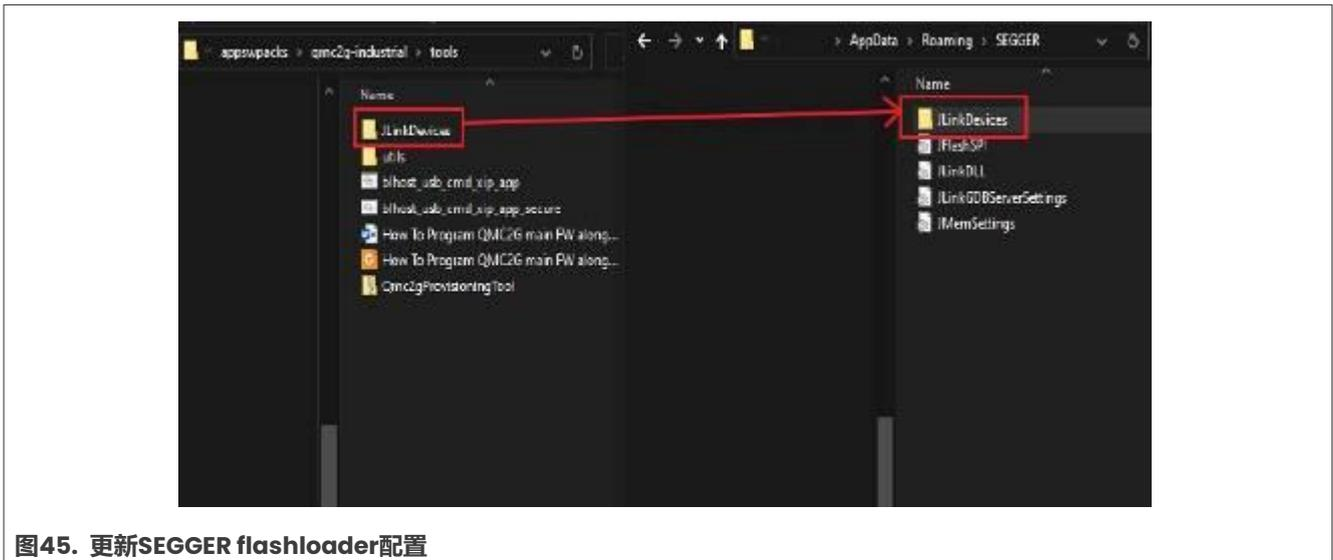

图45. 更新SEGGER flashloader配置
2. 会在"%APPDATA%/SEGGER/"下创建一个J-Link配置文件夹。将JLinkDevices文件夹从应用软件包的"tools"文件夹中拷贝到"%APPDATA%/SEGGER/"文件夹中，如图45所示。